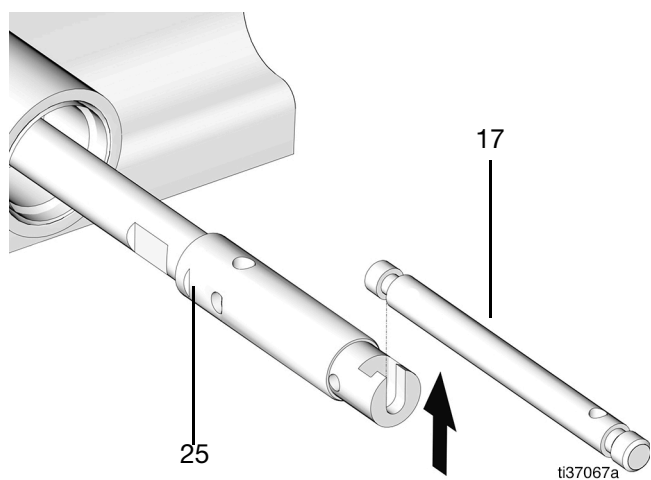

Рис. 42
26. Снимите лопаточный шток (17) с поршня насоса (25) (Рис. 42).